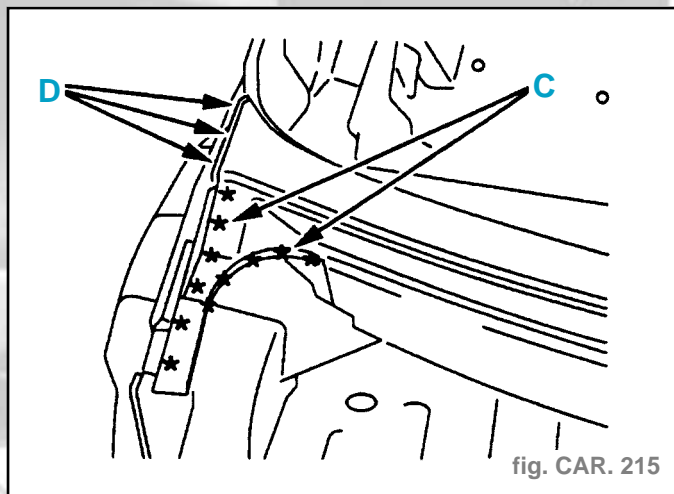

fig. CAR. 215
- Découper par fraisage des points (suivant C) (fig. CAR. 215).